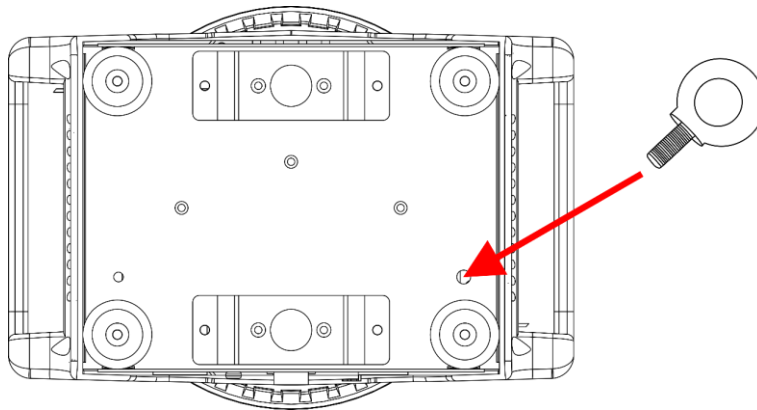

Fig. 09
- 01) Installeer het veiligheidsoog, dat bij het apparaat is geleverd, in het **gat voor het veiligheidsoog (12)**, zoals getoond in Fig. 09. Zorg ervoor dat u klemmen gebruikt die geschikt zijn om het apparaat aan een truss te bevestigen.